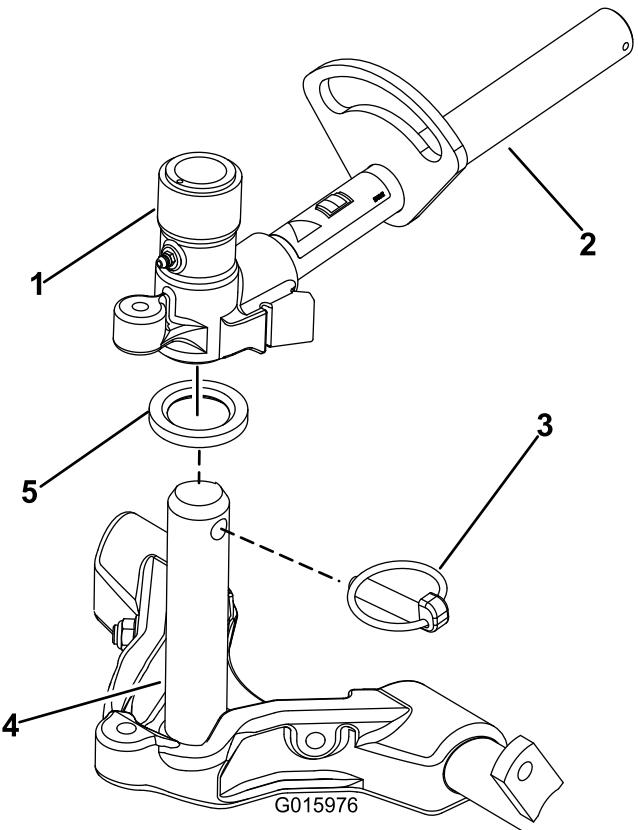

Рисунок 16
- Нанесите чистую консистентную смазку на ось несущей рамы (Рисунок 16).
- У передних режущих блоков: задвиньте режущий блок под подъемный рычаг, вставляя при этом ось несущей рамы в находящуюся над ней поворотную втулку подъемного рычага (Рисунок 16). Убедитесь, что упорная шайба расположена на оси несущей рамы.
11. Закрепите ось несущей рамы в поворотной втулке подъемного рычага с помощью шплинта с кольцом (Рисунок 16).
- B. Наденьте втулку подъемного рычага на ось несущей рамы (Рисунок 16).